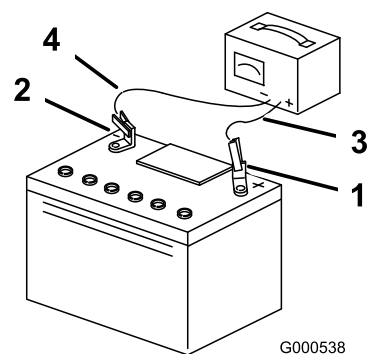

Figure 42
- Quand la batterie est chargée au maximum, débranchez le chargeur de la prise, puis débranchez les fils du chargeur des bornes de la batterie (Figure 42).